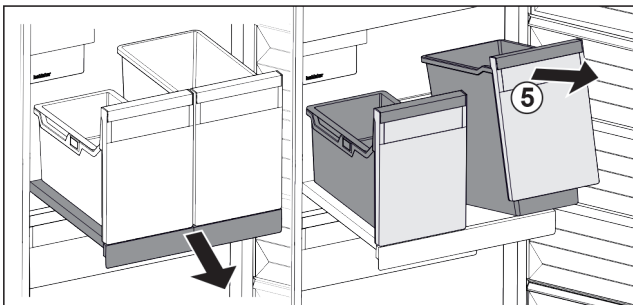

Fig. 89
- ▶ Tõstke anum Fig. 89 (5) eest üles.